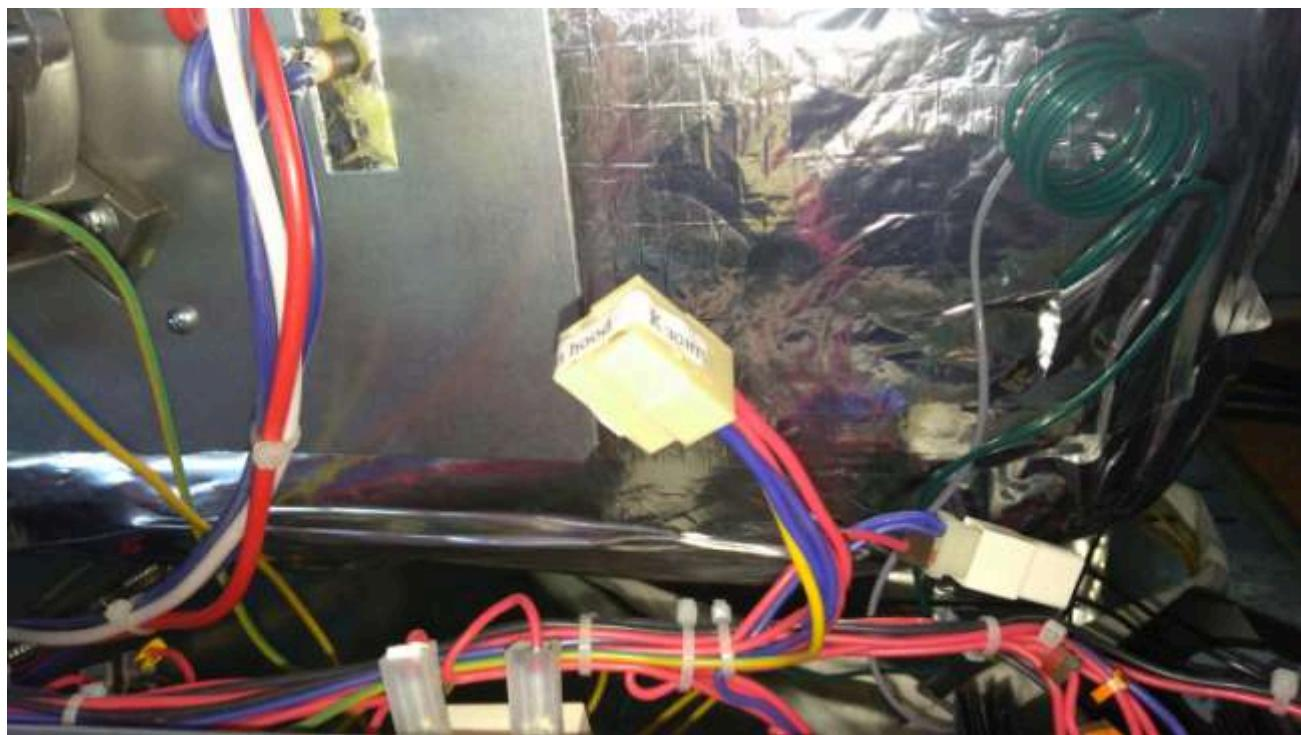

Рис. 3 - Место подключения шнуря питания зонта к колодке 45.7373.9005 печи.
- коричневый (красный), синий и желто-зеленый провода шнуря питания зонта с наконечниками (Шз) установить в колодку 45.7373.9006 из комплекта, при этом соблюдая цветовое соответствие проводов шнуря питания в колодке 45.7373.9006 проводам колодки 45.7373.9005 печи (Рис. 3) (желто-зеленый провод шнуря питания должен соединяться с желто-зеленым проводом печи, синий провод шнуря питания с синим проводом печи и т.д.);